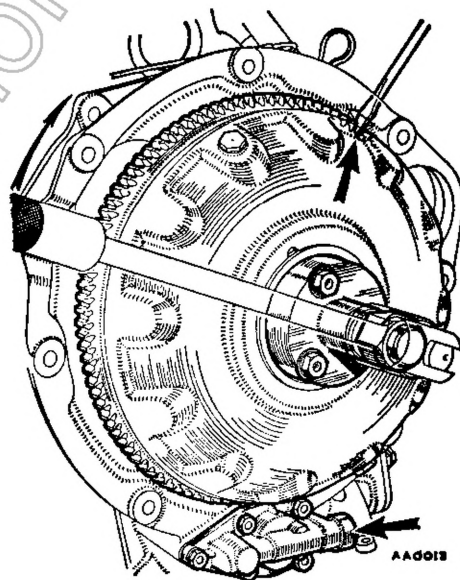

Fig. Aa. 7
6. Far fuoriuscire le linguette di tenuta e togliere le tre viti equidistanti dal centro del convertitore. Assicurarci che la scanalatura nell'estremità dell'albero sia perfettamente orizzontale. Staccare il convertitore (Fig. Aa. 7) usando l'attrezzo 18G 1086, assicurandosi che l'adattatore sia posizionato nella giusta sede. Togliere l'attrezzo di servizio e riavvitare le tre viti.